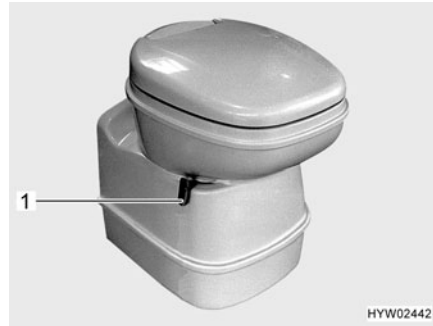

Fig. 162 Taza del inodoro Thetford, basculable
- Antes del lavado, abrir la corredera del inodoro Thetford. Para ello, empujar la palanca de corredera (Fig. 162,1) en sentido contrario a las agujas del reloj.
- Girar la palanca de corredera (Fig. 162,1) en sentido de las agujas del reloj. Se cierra la corredera. Para el vaciado **debe** estar cerrada la corredera en el inodoro Thetford.